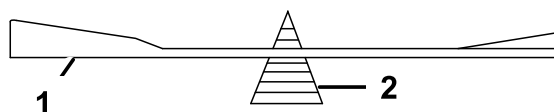

Рисунок 67
2. Проверьте балансировку ножа с помощью балансировочного устройства для ножей (Рисунок 67).